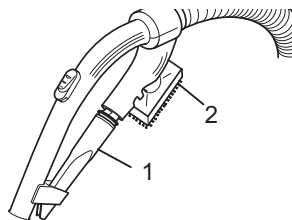

Abb. 5
■ Als **Zubehör** sind die Fugendüse und die 2in1-Kombidüse im Lieferumfang enthalten. Sie können bei Nichtgebrauch an der Zubehöralterung befestigt werden (Abb. 5).
- **Fugendüse (Abb. 5/1)**
- **2in1-Kombidüse (Abb. 5/2)** zu verwenden als: